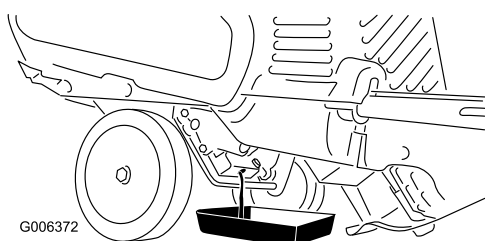

Figure 29
3. Placez un bac de vidange sous le bouchon de vidange et retirez le bouchon; basculez la machine en arrière et vidangez l'huile usagée dans le bac de vidange (Figure 29).